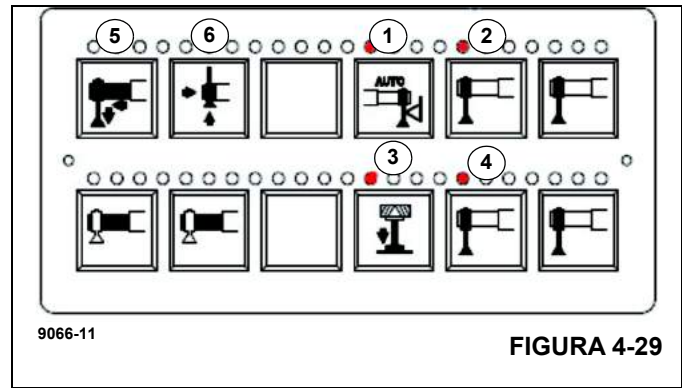

FIGURA 4-29
**NOTA:** Los LED rojos (1 a 4), (Figura 4-29), sobre el estabilizador delantero central (CFS), la nivelación automática y los dos botones del gato trasero están encendidos cuando el modo de soporte está activo porque el movimiento del CFS está bloqueado. Estos LED también se encienden si se alcanza el límite de presión en el CFS.
5. Ingrese en el modo de soporte pulsando rápidamente dos veces el botón del **estabilizador delantero central** (Figura 4-29). El modo de soporte está activado.
1. Si no se pulsa Extend (extender) o Retract (retraer) para el estabilizador: los LED rojos sobre el CFS y la nivelación automática se iluminarán como se muestra en (1) y (3), (Figura 4-29).
2. Si se pulsa Outrigger Extend (extender el estabilizador): los LED rojos sobre el CFS, la nivelación automática y ambos gatos traseros se iluminarán (igual que con el indicador de modo de soporte activo) como se muestra en (Figura 4-29). Extender los gatos principales delanteros o retraer los gatos principales traseros reducirá la presión del CFS.
3. Si se pulsa Outrigger Retract (retraer el estabilizador), los LED rojos situados sobre el CFS, la nivelación automática y las dos tomas frontales se iluminarán (Figura 4-29). PARE, levante el CFS para ajustarlo.
3. **A.** Desde el teclado del estabilizador del vehículo, mantenga pulsado el botón de autonivelación (1), (Figura 4-29) y las teclas de extensión/retracción (5), (6), (Figura 4-29),
5. Extienda el estabilizador delantero central (CFS) como se muestra en (4), (Figura 4-29).